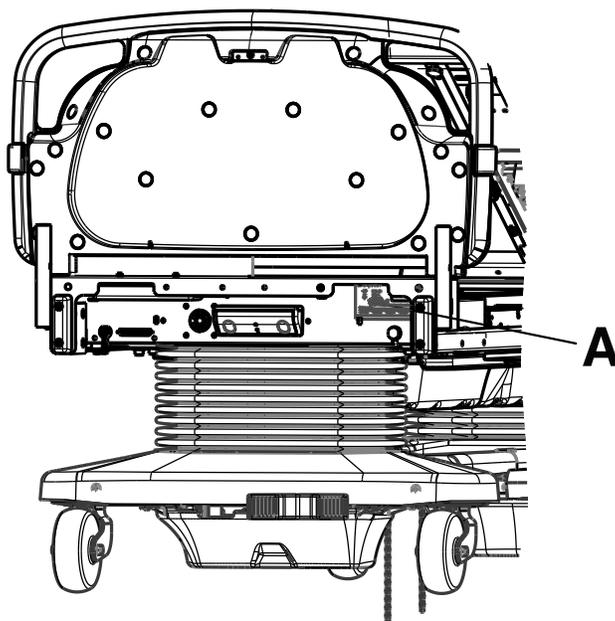

Figure 2 – Emplacement du numéro de série
Le numéro de série se trouve (A) au-dessus du cordon d'alimentation derrière la tête de lit (Figure 2).